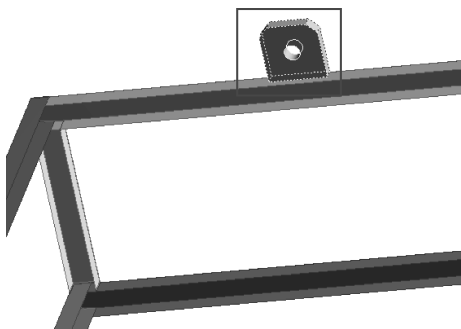
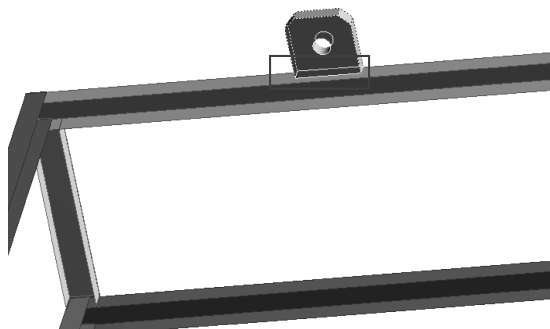
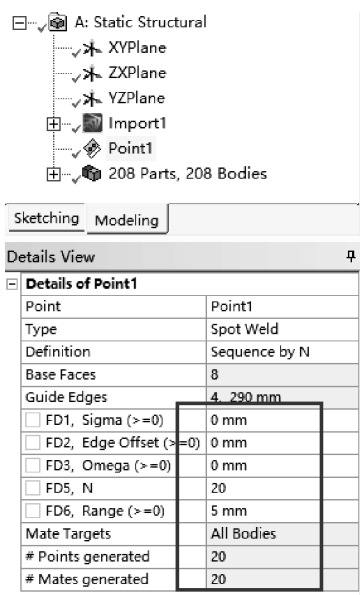

图 1-24 选取焊点的基准面
图 1-25 选取焊点的导向边
图 1-26 吊耳点焊
(1) 在结构静力分析上，右键单击【Geometry】→【Edit Geometry in DesignModeler...】，进入 DesignModeler 环境。
(2) 在模型详细信息栏里，单击【Detail View】→【Operation】，选取【Add Frozen→Add Material】。工具栏中单击【Generate】完成导入显示，然后在菜单栏中单击【Units】→【Millimeter】转换单位。
(3) 吊耳焊接：首先，在标准工具栏中单击选择面图标 ，选取两侧长梁面上 4 个吊耳中的任意一个的面，然后单击面扩展选择图标 ，选择该吊耳的所有面作为布置焊点的基准面（实际选择周围 4 个面即可），如图 1-24 所示；其次，在标准工具栏中单击选择边线图标 ，按住 Ctrl 键选择基准面上与长纵梁面邻近的 4 个边（吊耳底边线）作为布置点焊的导向边，如图 1-25 所示；单击菜单栏【Create】→【Point】，在点焊信息栏中选择【Base Face】，单击【Apply】确定，【FD5，N】为 20，其他默认；最后在工具栏中单击【Generate】完成点缝创建，如图 1-26 所示。对其他 3 个吊耳的点焊焊接方法与此处吊耳焊接方法一致，在此不再叙述，请读者自行完成。